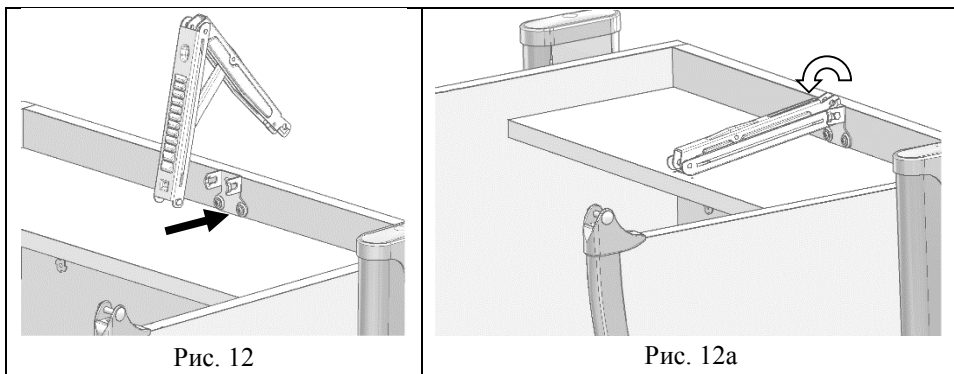

Рис. 12
5.4.2. Фиксатор столешницы Multiflex (поз. 1, пакет №9а) нижней частью ввести в кронштейн нижний, (см. рис. 12; 12а).
Рис. 12а